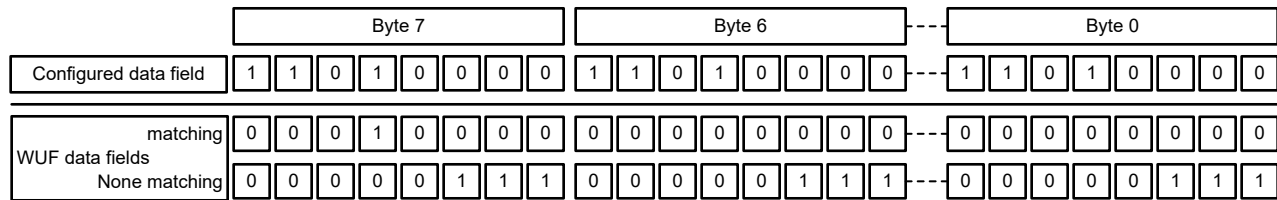

図 8-39. WUF のデータ フィールド検証の例
データ マスク ビットを使用してデータ マスクが有効化されている場合、受信フレームのデータは設定されたデータと一致している必要があります。具体的には、受信フレームのデータ フィールド内にある論理 High (1) のビットのうち、少なくとも 1 つが設定データのデータ フィールド内の論理 High (1) ビットと一致している必要があります。関連するビット位置は、8'h39 ~ 8'h40 の構成されたデータによって決定され、8'h38[0] のデータ マスク イネーブルによってイネーブルされず。図 8-39 に、マッチングするデータとマッチングしないデータの例を示します